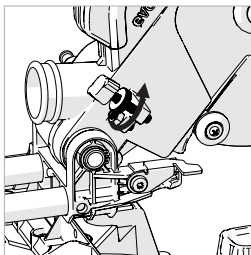

Fig. 26b
- Lösen Sie die gerändelte Sicherungsmutter. (**Abb. 26b**)
- Wenn Sie die gewünschte Tiefe eingestellt haben, ziehen Sie die gerändelte Sicherungsmutter (**Abb. 26b**) gegen den Haltebügel fest, um den Tiefenansschlag zu verriegeln und sicherzustellen, dass keine Bewegung erfolgt.